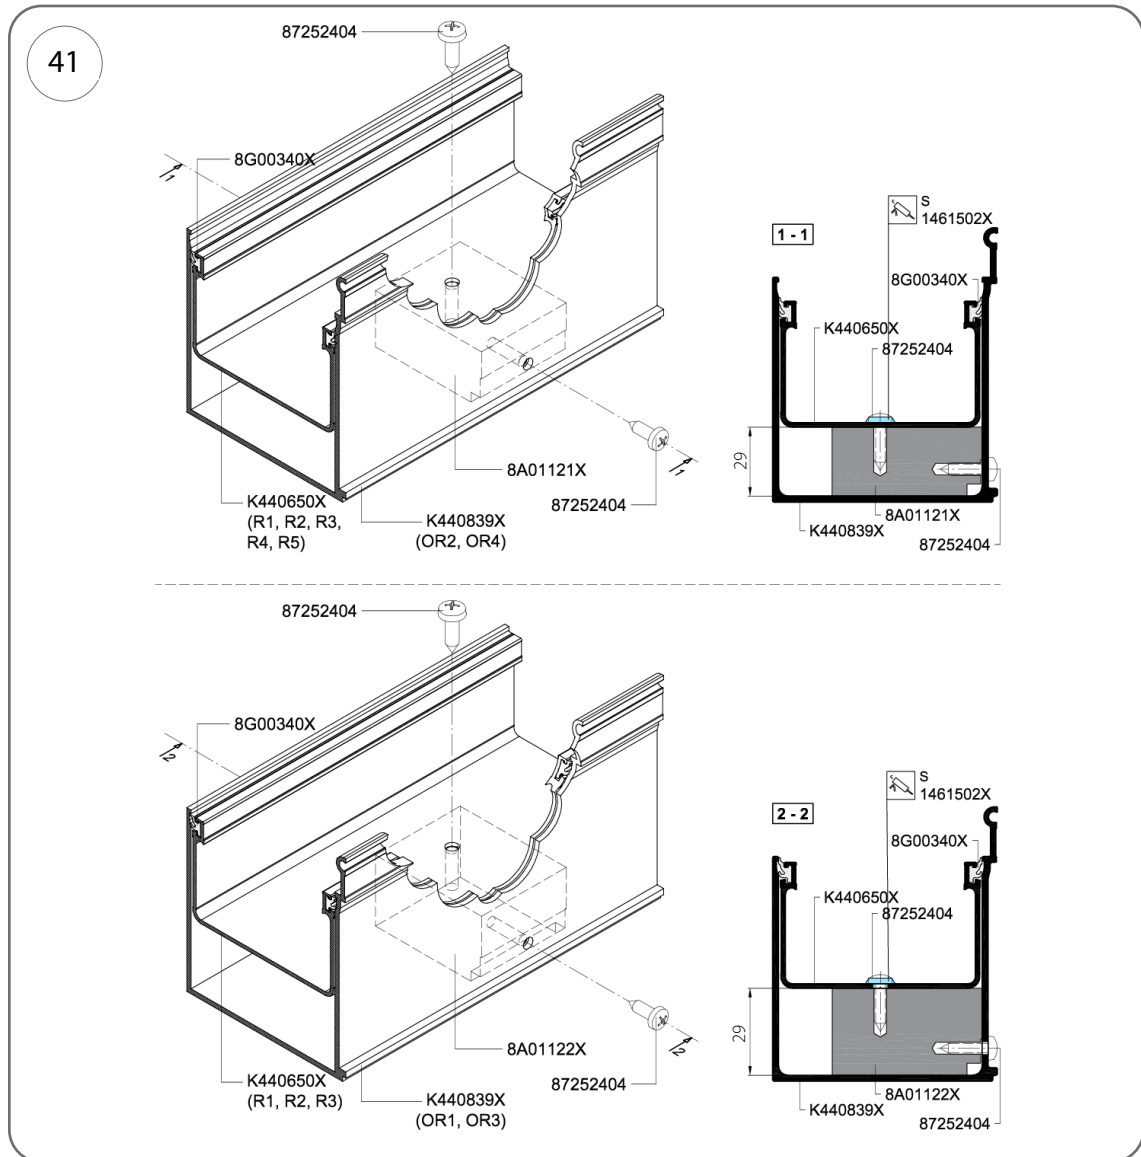

Fig. 41
5. Introduceți jgheabul K440650X în carcasa jgheabului K440839X și fixați-l de carcasă așa cum se arată în Fig. 41.
Fig. 41 ilustrează conectarea jgheabului K440839X la carcasa sa K440839X.
Conectarea are rolul de a crea înălțimea de cădere a jgheabului. Pentru a face acest lucru, așa cum se arată în Fig. 41, fixați distanțierul nr. 8A01121X sau 8A01122X la jumătatea lungimii jgheabului folosind șuruburi de 4,2 x 16 mm (nr. 87252404).